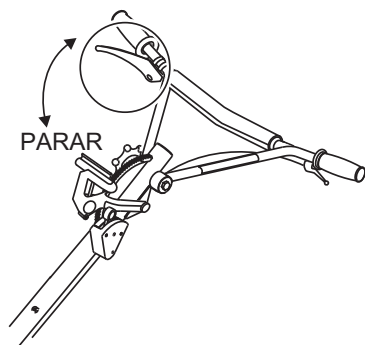

Figura 28. Alavanca de presença do operador (posição de funcionamento) (característica opcional)
- Para começar a alisar, enquanto segura nos punhos da barra de direcção, agarre e puxe a alavanca de presença do operador se estiver instalada. (Figura 28).